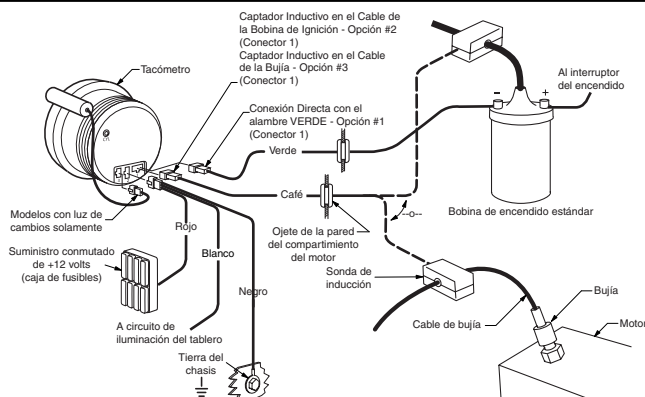

Figura 3
### Conexión de Alimentación Eléctrica y a Tierra (Figura 3)
1. Conecte el cable VERDE al **lado negativo** de la bobina de ignición, o a un **puerto de señales** de tacómetro apropiado según se indica a continuación (véase la Figura 3):
1. Conecte el Captador Inductivo al Cable de la Bobina de Ignición de la manera descrita a continuación (véase la Figura 3):
1. Conecte el Captador Inductivo a uno de los cables de bujía y de la manera descrita a continuación (véase la Figura 3):